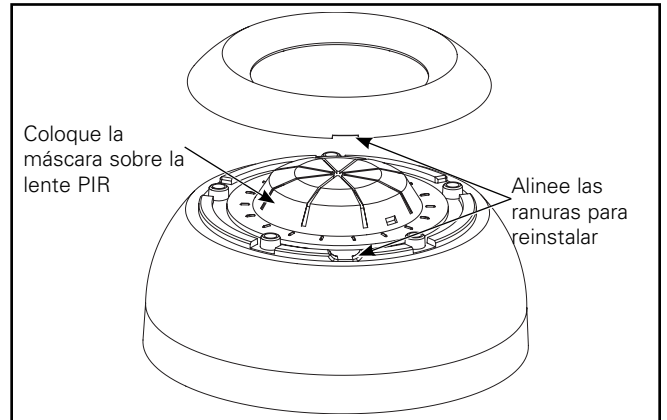

Figura 6.
3. Coloque la máscara sobre la lente y vuelva a instalar la tapa del sensor usando las ranuras para su alineamiento. (Figura 6.)